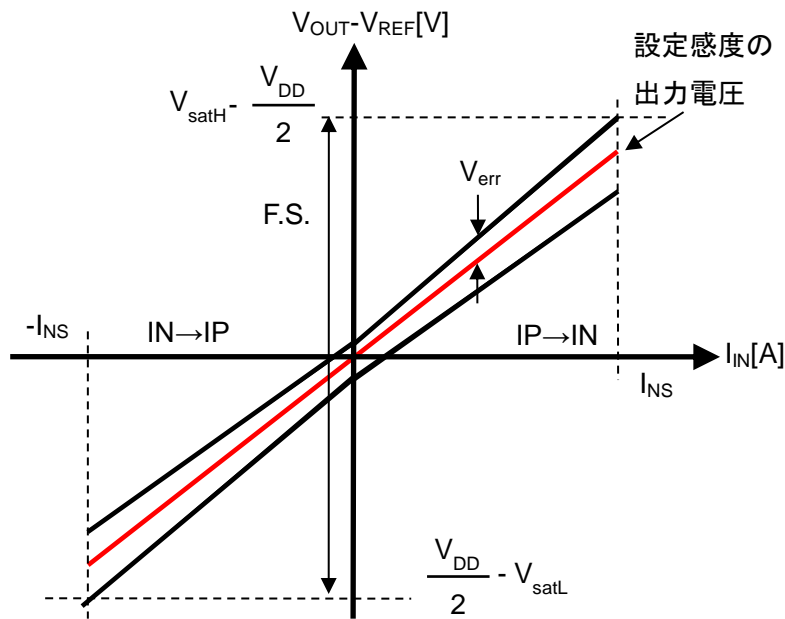

Figure 4. CZ-3702 の総合精度
10.4 総合精度  $E_{total}$  [%F.S.]は以下のように定義します。(Figure.4 参照)